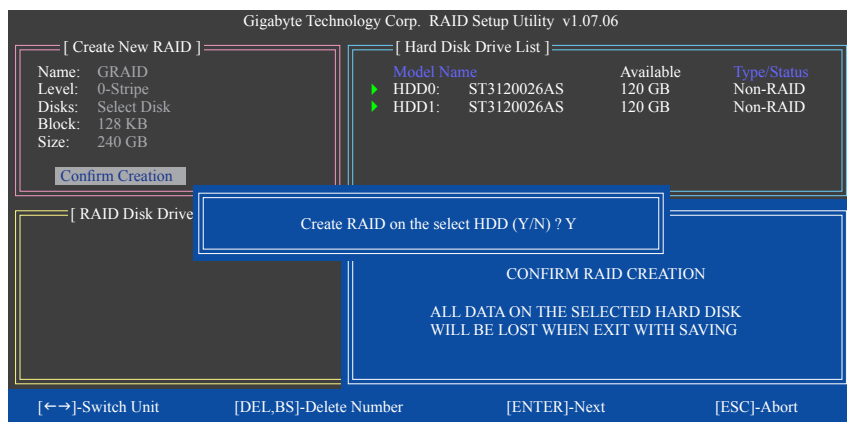

図 7
6. **Confirm Creation:** 上の項目をすべて構成すると、選択バーは Confirm Creation 項目に自動的にジャンプします。<Enter> を押します。選択を確認するように求めるメッセージが表示されたら (図 7)、<Y> を押して確認するか <N> を押して中断します。